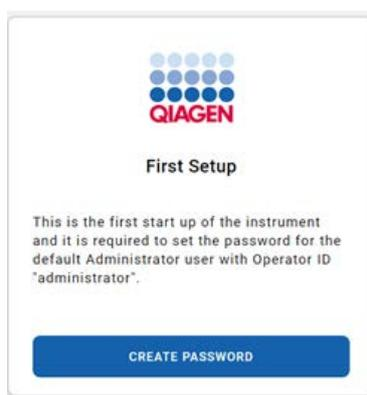

Figura 6. Schermata First Setup (Prima configurazione)
2. Dopo l'installazione iniziale di QIAstat-Dx Rise, l'amministratore di sistema deve creare una password per l'amministratore predefinito (Figura 6).